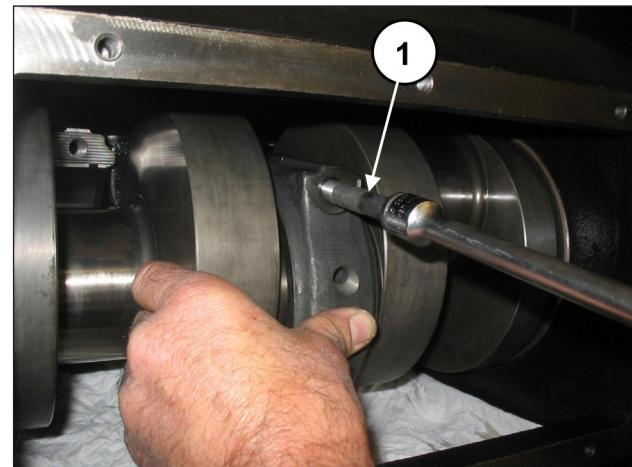

Fig. 60
Fixe as capas nas semi-bielas mediante os parafusos M12x1.25x87 (pos. ①, Fig. 60).